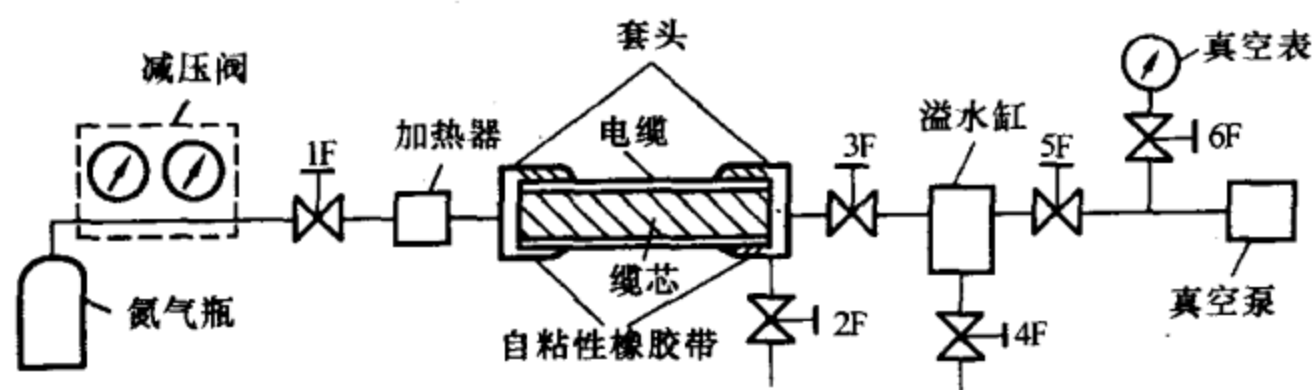

图 3-82 交联聚乙烯电缆的除水充氮干燥过程示意图
(2) 充氮干燥缆芯。当看不到有明显水滴时, 并不表明缆芯中已无水分。因为电缆敷设在地下并不是绝对平直的, 而是总有高低起伏, 水常沉积在低洼处。当水珠得不到压力差或压力差小于其阻力时, 水珠就不会定向移动, 也就不会被吸出。在这种情况下, 乙端接上氮气瓶让氮气充入缆芯, 将这部分水逐步移向甲端以达到缆芯内部干燥的目的。工作原理如图 3-82 所示, 充氮干燥过程如下: